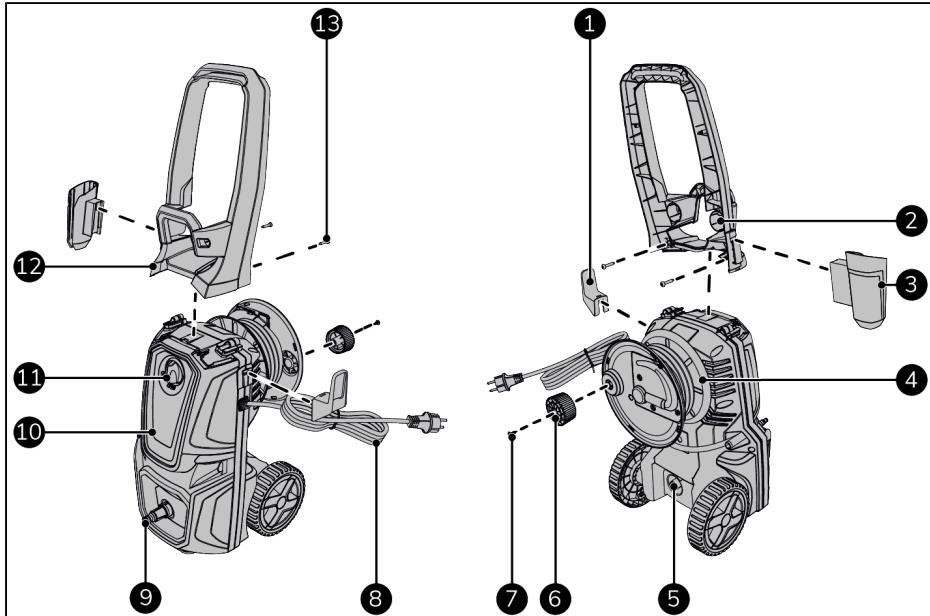

Abbildung 45.
Dieses EUROM-Gerät ist ein einfach zu bedienender Hochdruckreiniger (Abbildung 45). Das Gerät ist für den Hausgebrauch konzipiert, wie z. B. die Reinigung von Fahrzeugen, Gebäuden, Terrassen, Fassaden und Gartengeräten.
1. Stellen Sie sicher, dass sich der Schalter EIN(I)/AUS(0) in der Position AUS(0) befindet (Abbildung 45, Pos. 11).
5. Schalten Sie das Gerät ein (Abbildung 45, Pos. 11).